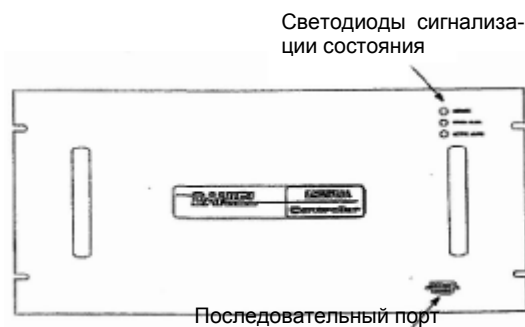

Рисунок 3-9. Последовательный порт передней панели подсоединен к последовательному каналу контроллера ГХ COM1
- (2) Какой из последовательных портов доступен на контроллере ГХ? После выбора одного из них, рассмотреть следующие вопросы:
- (а) Обычно для соединения с ПК резервируется последовательный канал COM1 контроллера ГХ, особенно в целях обслуживания и поиска и устранения неисправностей, так как легко-доступный последовательный порт передней панели контроллера ГХ соединен с последовательным каналом COM1 (смотри рисунок 3-9).